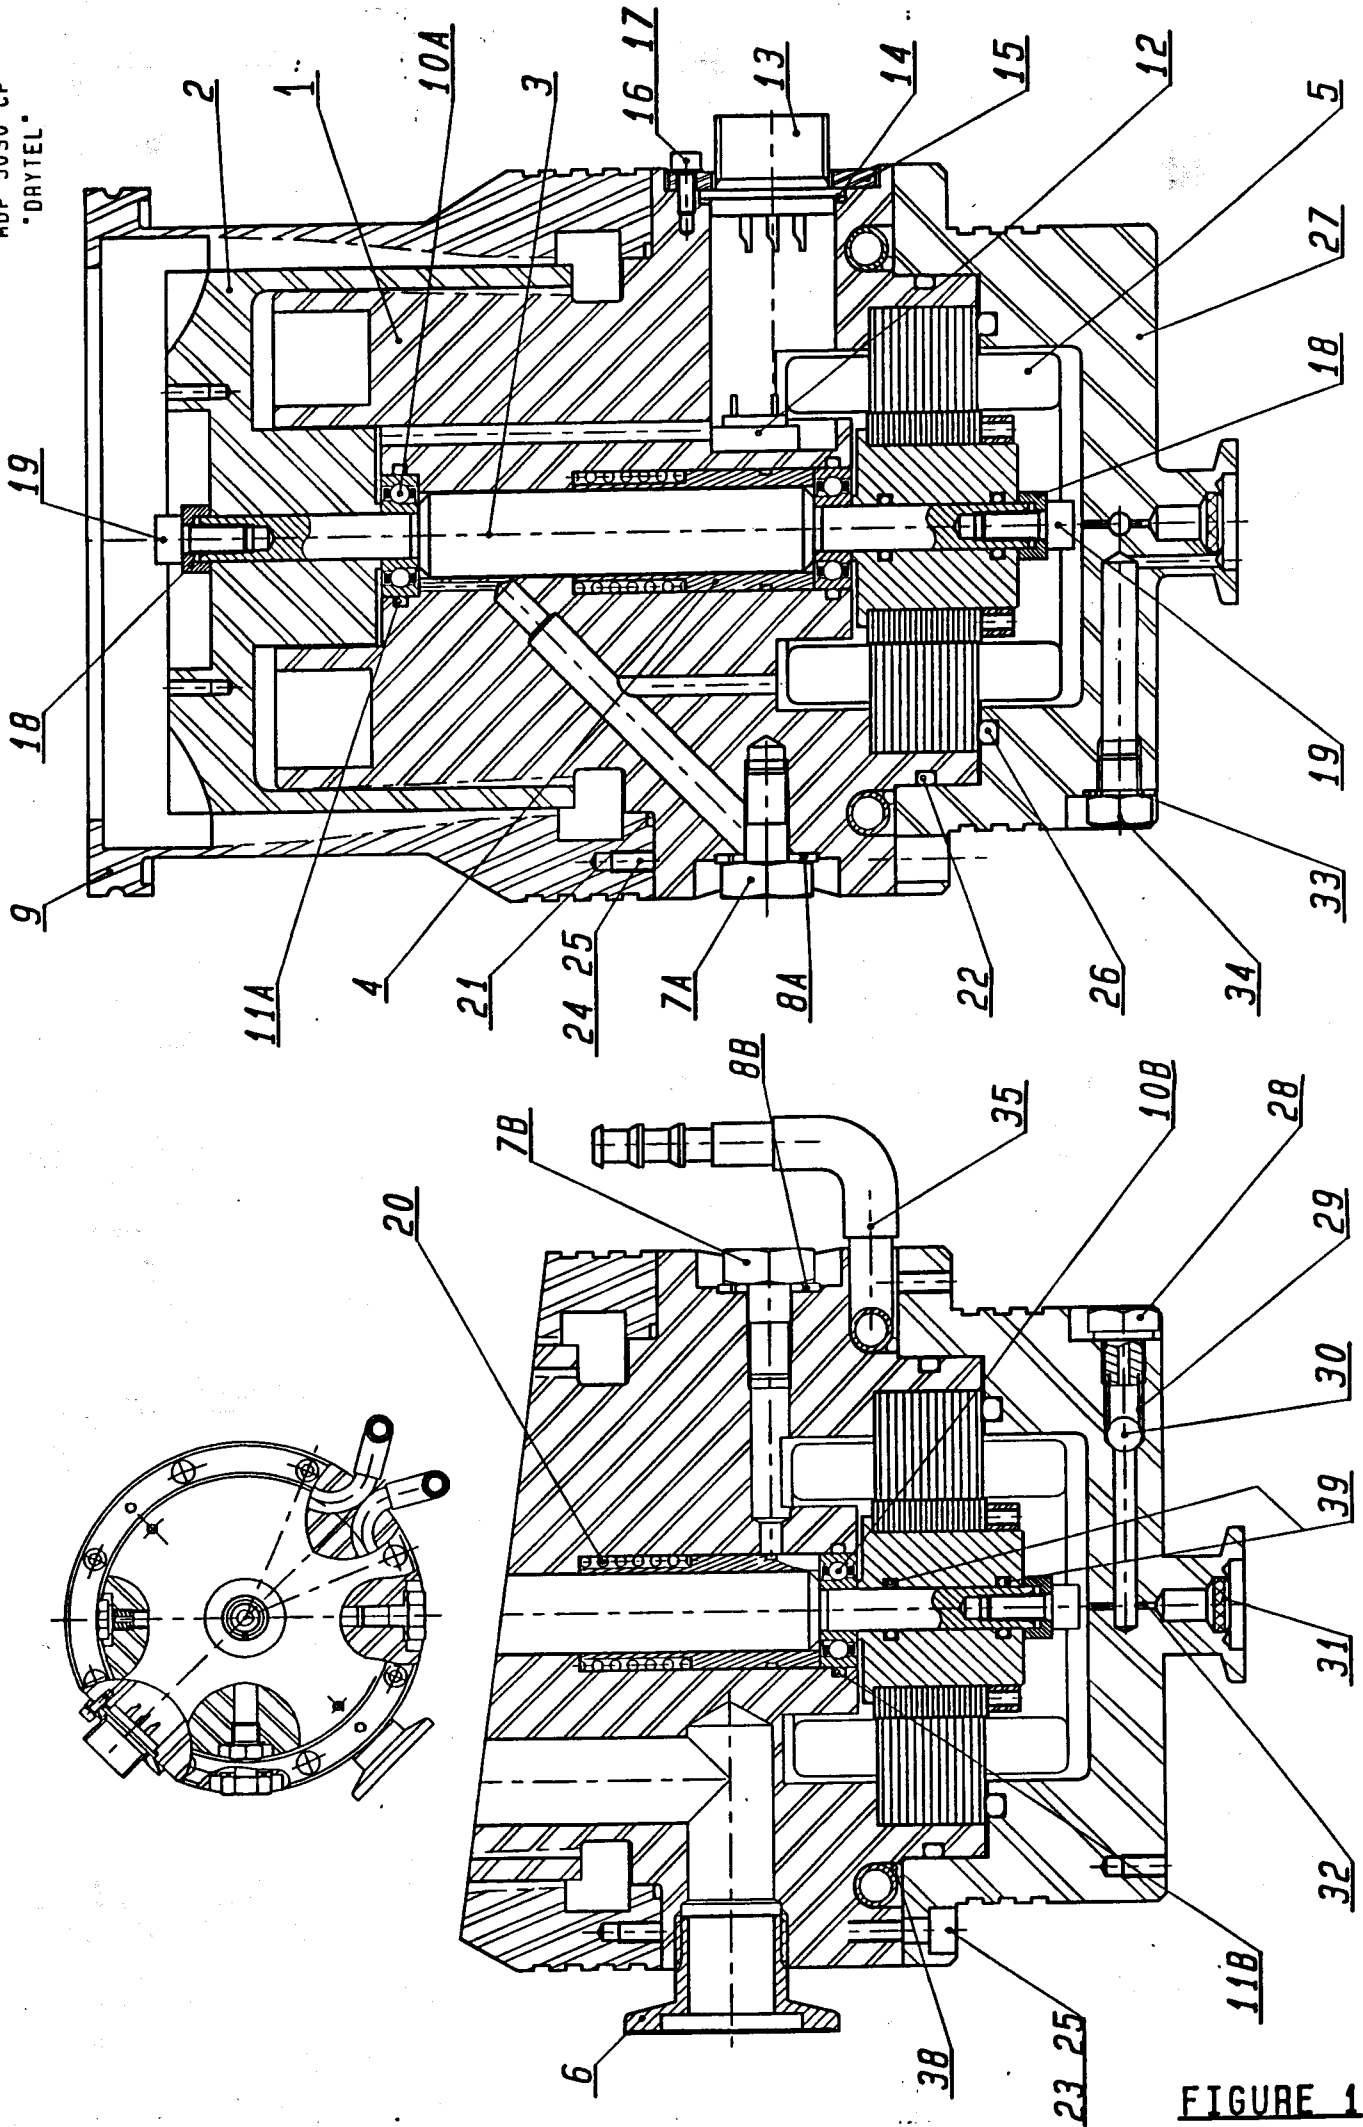

FIGURE 1
- Figure 1 - Plan d'ensemble MDP 5030 CP et nomenclature
- Figure 1 - MDP 5030 CP - General drawing